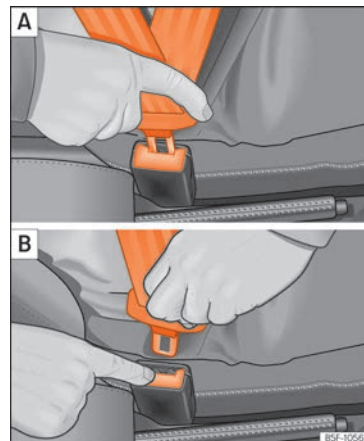

**Fig. 92** Posizionamento e rimozione della chiusura della cintura di sicurezza.
- Inserire la linguetta della cintura nel bloccetto di aggancio del sedile corrispondente (si deve percepire lo scatto d'innesto) » **fig. 92.**
- Premere il tasto rosso che si trova nel bloccetto d'aggancio » **fig. 92.** La linguetta scatta all'infuori » .